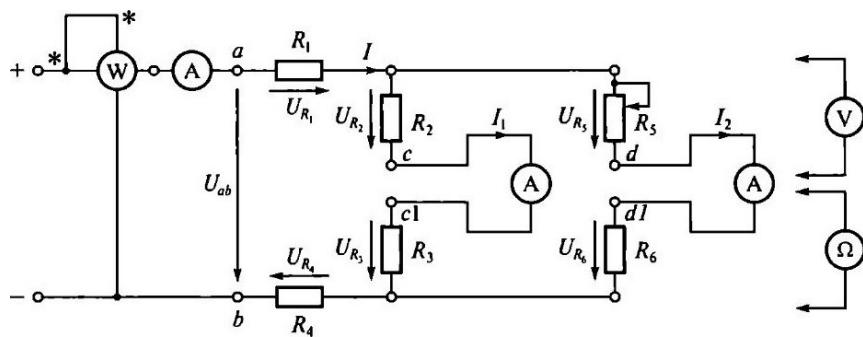

Рис. 3.1. Схема ЭЦ для проверки 1-го правила Кирхгофа
3.5. Собрать ЭЦ в соответствии с рис. 3.1, установив вместо перемычек с-с1 и д-д1 миллиамперметры постоянного тока. После проверки схемы преподавателем подать в ЭЦ постоянное напряжение, установив его значение в пределах 10...20 В. Значение U_{ab} занести в табл. 3.1.
5.2. Записать в протоколе испытаний применительно к ЭЦ, показанной на рис. 3.1, выражения ш-ш закона Ома, 1-го и 2-го правил Кирхгофа, баланса мощностей.
5.3. В табл. 3.4 даны значения сопротивлений ЭЦ, приведенной на рис. 3.1. Напряжение питания U_{ab} задается преподавателем.